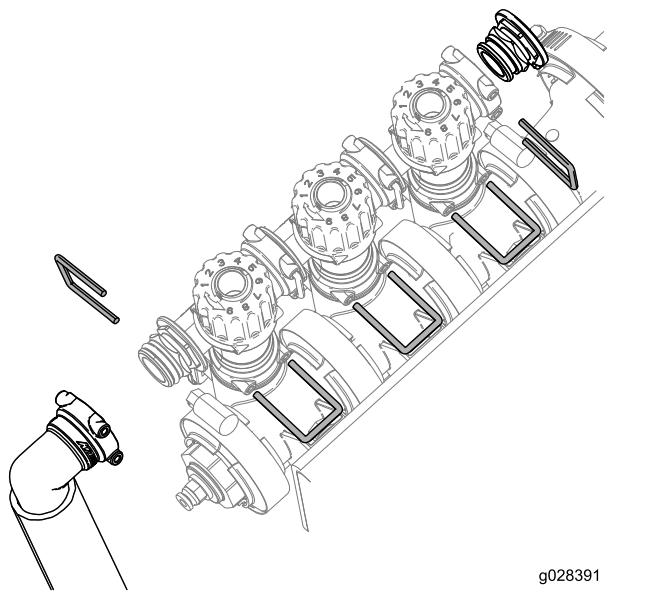

图 14
3. 拆卸固定喷洒臂旁通阀门组组件的卡环、端盖以及接头和软管组件如 图 14 所示。